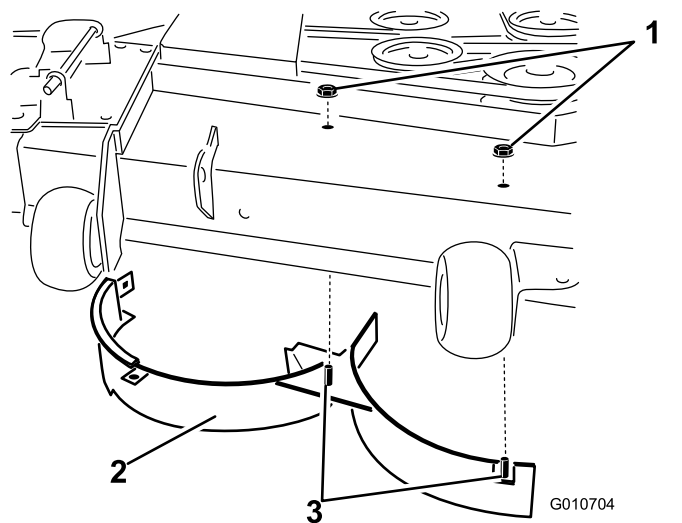

Figura 19
11. Îndepărtați cele 2 contrapiulițe (5/16") fixate pe suporturile sudate ale deflectorului drept din partea superioară a punii mainii de tuns iarba, aflate în poziție centrală și la dreapta de centru (Figura 19)
12. Îndepărtați urubul de fixare și contrapiulița care fixează deflectorul drept pe partea superioară a punii mainii de tuns iarba și îndepărtați deflectorul drept de pe puntea mainii de tuns iarba (Figura 19).